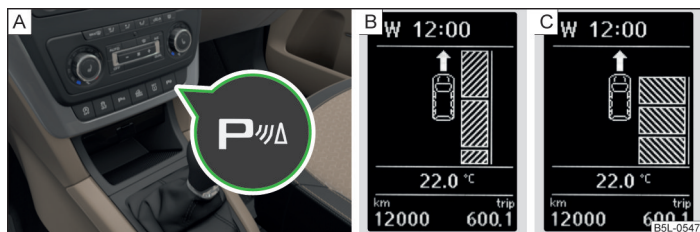

Fig. 122 Tecla de sistema / indicador de pantalla
Con el sistema activado, se enciende en la tecla el testigo  » fig. 122 de la página 154 - [A].
- Pulse **un vez** la tecla de símbolo **P** » fig. 122.
En la pantalla se muestra lo siguiente » fig. 122 - B.
- Pulse **dos veces** la tecla de símbolo **P** » fig. 122.
En la pantalla se muestra lo siguiente » fig. 122 - C.
- Pulse **un vez** la tecla de símbolo  » fig. 122 de la página 154.